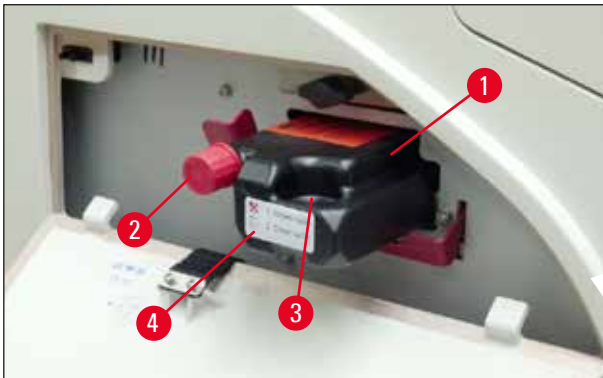

Fig. 60
3. Staccare la pellicola protettiva e inserire la cartuccia fino a quando non è a metà del vano della cartuccia (→ "Fig. 60").